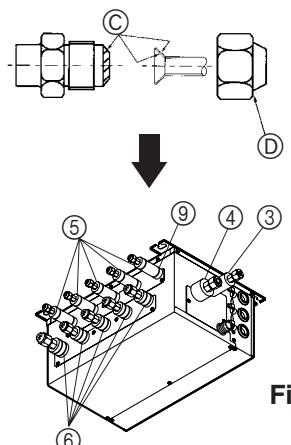

Fig. 7-2
- © Tragen Sie Kühlmittelöl auf die gesamte (Fig. 7-2) Oberfläche des aufgeweiteten Sitzes auf.
- ⑩ Verwenden Sie grundsätzlich die am Gerät befindlichen Konusmuttern (im Handel erhältliche Konusmuttern könnten reißen).